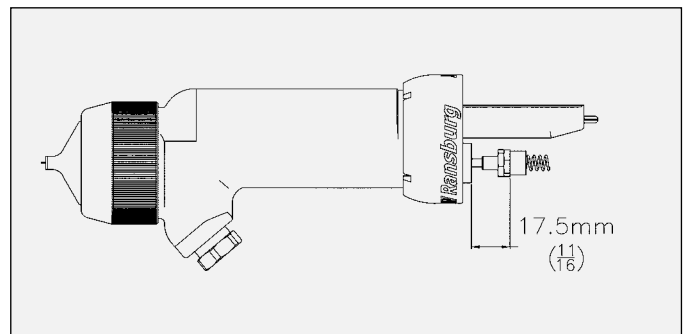

Figura 19: Dimensiones de tuerca de ajuste del gatillo
21. Ajuste el retén de muelle del vástago de la aguja hasta que la parte trasera del hexágono esté a 11/16 pulg. de la superficie trasera de la cámara de la empaquetadura del cuerpo (consulte la Figura 19).